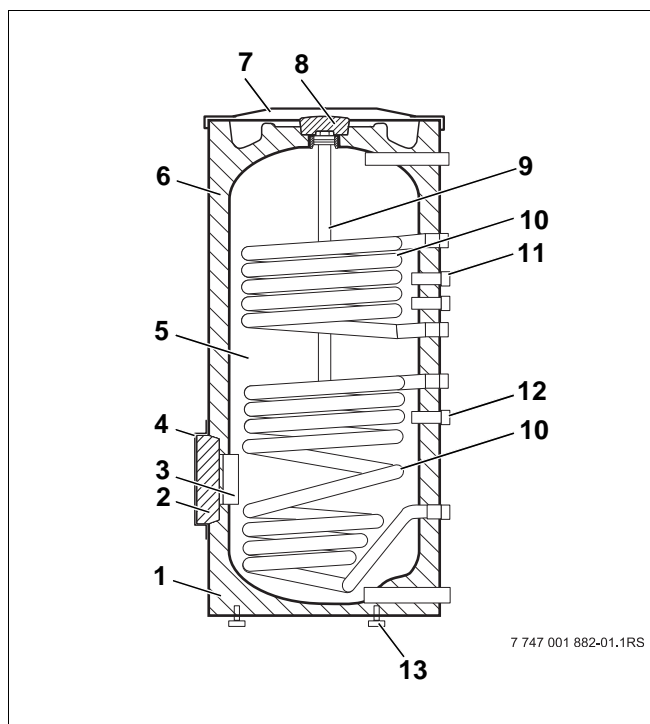

Fig. 1 Accumulatore produttore di acqua calda SM300/1
- Corpo accumulatore (fig. 1, **pos. 5**) con protezione contro la corrosione
La protezione catodica contro la corrosione consiste di una termovetrificazione igienica Buderus DUOCLEAN MKT (fig. 1, **pos. 6**) e di un anodo di magnesio (fig. 1, **pos. 9**).
- Isolamento termico (fig. 1, **pos. 1**)
L'isolamento termico viene realizzato mediante poliuretano espanso rigido non contenente fluoro-cloro-idrocarburi applicato direttamente sul corpo dell'accumulatore. I due elementi isolanti (fig. 1, **pos. 2 e pos. 8**) in materiale espanso riducono al minimo le perdite di calore dovute all'apertura per la pulizia e all'anodo di magnesio.
- 2 scambiatori di calore a tubo liscio (fig. 1, **pos. 10**)
- Pozzetto ad immersione per il montaggio della sonda della temperatura dell'accumulatore (fig. 1, **pos. 11**)
- Pozzetto a immersione per il montaggio della sonda della temperatura dell'accumulatore (fig. 1, **pos. 12**)
- Apertura per la pulizia (fig. 1, **pos. 3**)
- Coperchio del rivestimento (fig. 1, **pos. 7**)